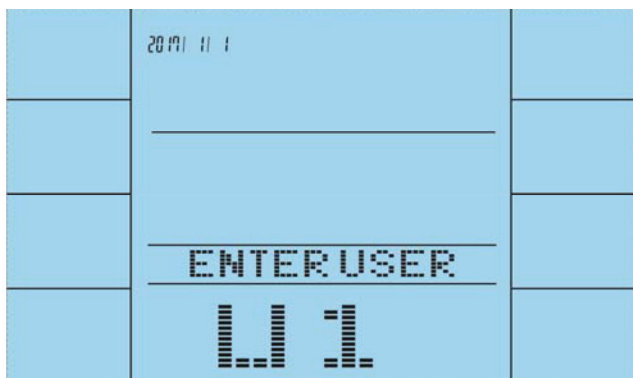

Fig. 6
5. Pulse las teclas UP/DOWN para seleccionar el usuario (U) 1 a 4.
6. Confirme con ENTER (fig. 6).